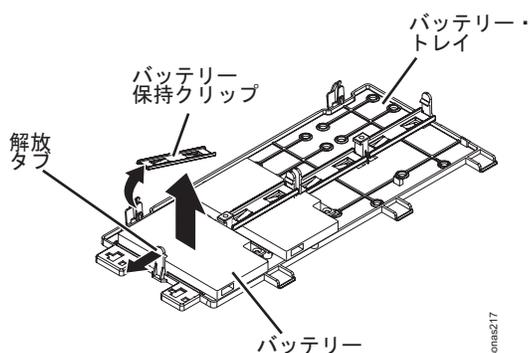

図 32. バッテリー保持クリップの解放
- a. バッテリーをリモート・バッテリー・トレイに固定しているタブからバッテリー保持クリップを取り外します。 図 32 を参照。